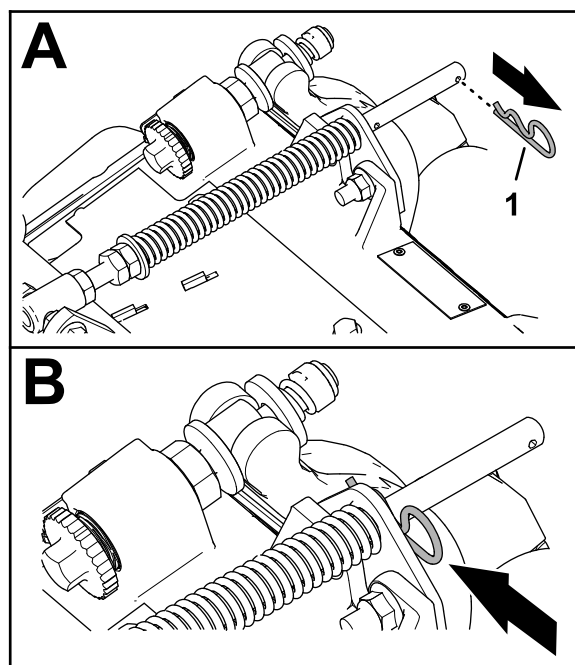

Figure 7
1. Si la goupille fendue se trouve dans le trou arrière de la tige du ressort de compensation, retirez-la et insérez-la dans le trou près du support (Figure 7).